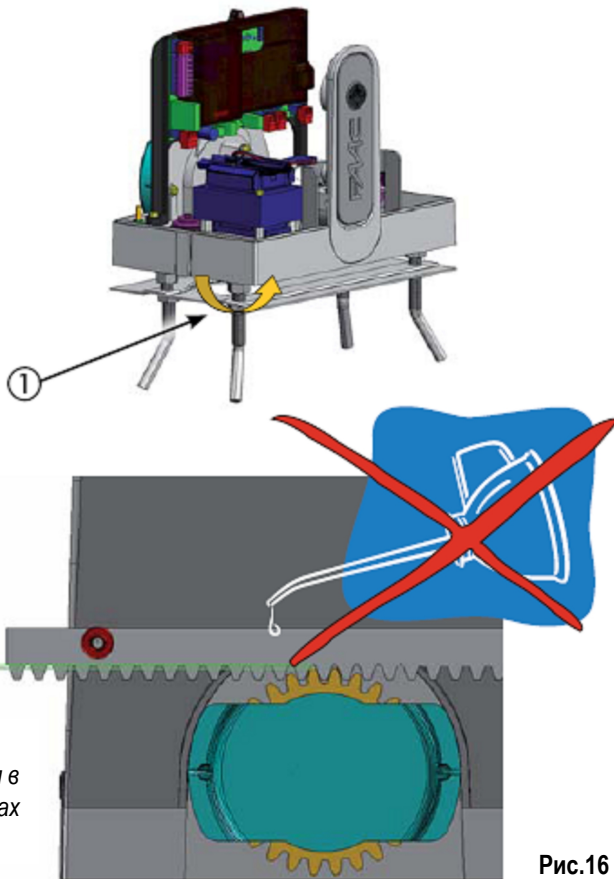

Рис.16
-  После того, как рейка установлена, для обеспечения нормального сцепления зубьев с шестерней рекомендуется опустить привод на 1,5 - 2 мм путем ослабления болтов (рис.16 поз.1).
-  Нельзя использовать никакие смазки между рейкой и зубчатым колесом (рис.16)